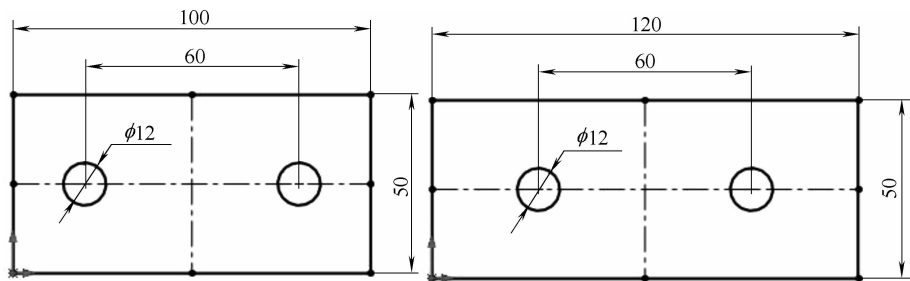

图 2-74 尺寸标注设计意图三
3) 标注两个孔的中心距, 这样的标注方法将保证孔中心之间的距离, 如图 2-74 所示。